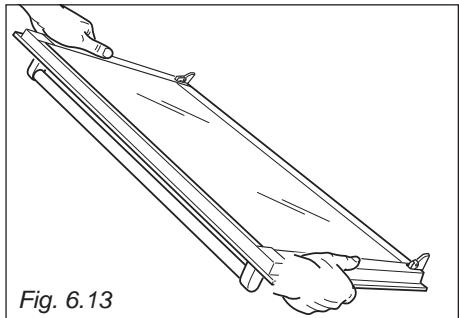

Fig. 6.13
- Saisir solidement la porte (fig. 6.13).